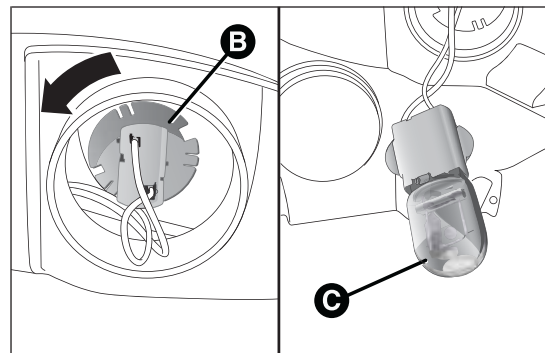

fig. 159
- ☐ ruotare in senso antiorario il portalampada B fig. 159, estrarre la lampada C e sostituirla;